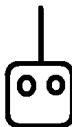

Рис. 14 Ориентация носовой частью
2. Летная подготовка: взлёт, удержание в точке носовой частью (рис. 14) к внешнему пилоту в течении 10-15 с и посадка.